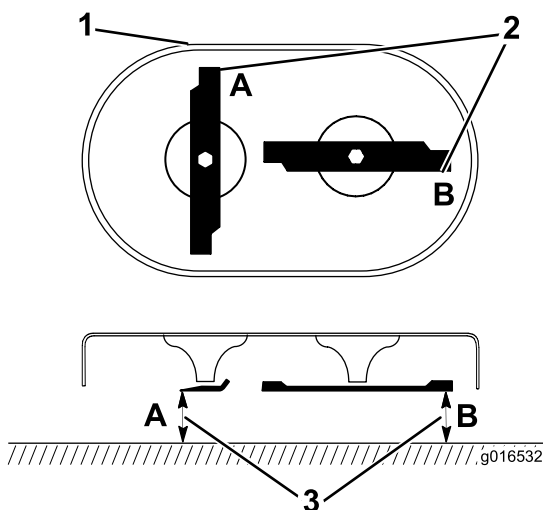

Figure 39
1. Tournez les lames à la position indiquée à la Figure 39.
2. Mesurez la distance entre une surface plane et le tranchant des lames aux points A et B, (Figure 39), et notez ces deux dimensions.
3. Tournez les lames pour faire passer les extrémités opposées aux points A et B (Figure 39).